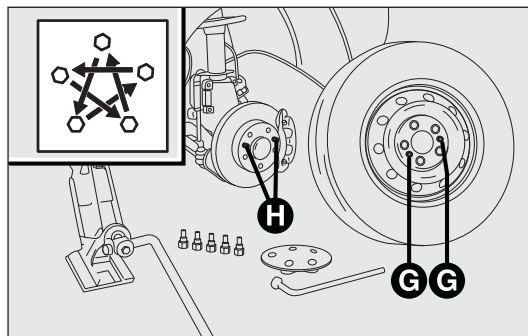

fig. 172
- montare la ruota di scorta, facendo coincidere i fori G-fig. 172 con i relativi perni H. Nel montare la ruota di scorta, assicurarsi che le superfici di appoggio della stessa, siano pulite e prive di impurità che potrebbero, successivamente, causare l'allentamento dei bulloni di fissaggio;
- stringere a fondo i bulloni, passando alternativamente da un bullone a quello diametralmente opposto, secondo lo schema illustrato in fig. 172.